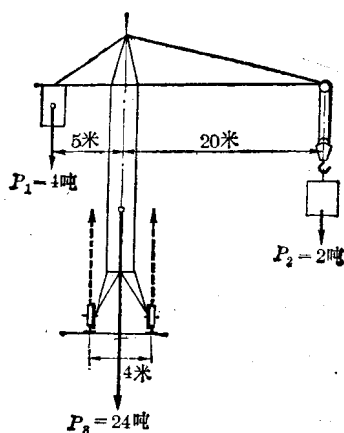

图 1.53 塔式起重机
习题 1.30 图 1.53 是在建筑工地上使用的大型塔式起重机的简图。它的主要尺寸以及配重 P_1 、自重 P_3 的大小和作用点都已注在图上。问: (1) 起重机在空载时和在起重量 $P_2 = 2$ 吨时, 起重机对底部左、右轨道上的压力各有多大? (2) 起重量达到多大时整个起重机有翻倒的危险?